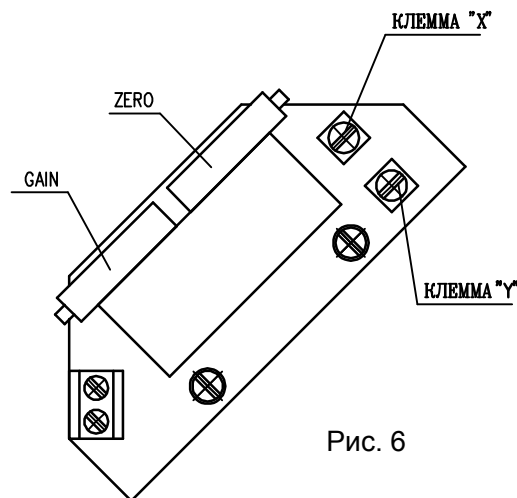

Рис. 6
4.4.1 EPV - 2-проводниковое включение (рис.6)
- Установите датчик сопротивления на основании инструкций в предыдущей главе так, что величину сопротивления измеряйте на клеммах X-Y (рис.6). (употреблен датчик с сопротивлением 100Ω)
- Поворачиванием устанавливающего триммера ZERO (рис.6) установите величину выходного сигнала тока, измеряемого на клеммах 81-82, на величину 4 мА.
- Поворачиванием устанавливающего триммера GAIN (рис.6) установите величину выходного сигнала тока, измеряемого на клеммах 81-82, на величину 20 мА.